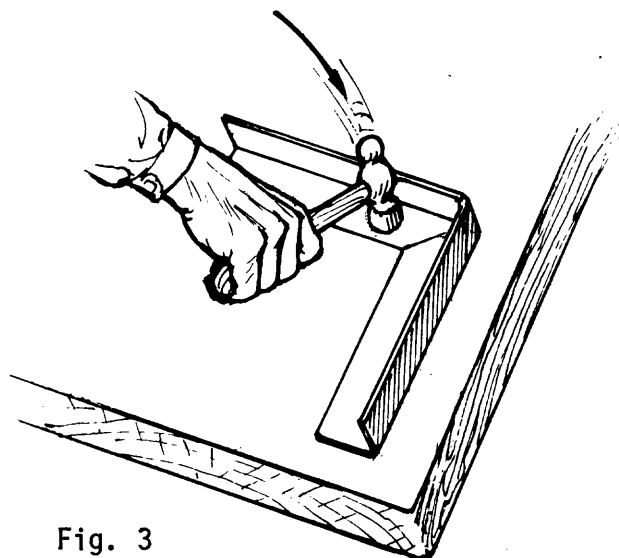

Fig. 3
- ___ d Golpee las alas del perfil, con martillo sobre el mármol para corregir deformaciones o torsiones (fig. 3).